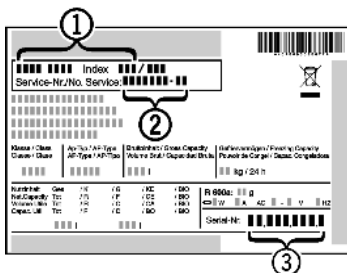

Fig. 8
- ▶ Označení přístroje Fig. 8 (1), servisní číslo Fig. 8 (2) a sériové číslo Fig. 8 (3) naleznete na typovém štítku. Identifikační typový štítek je umístěn na levé vnitřní stěně přístroje.
- ▶ Informujte zákaznický servis a sdělte poruchu, označení přístroje Fig. 8 (1), servisní číslo Fig. 8 (2) a sériové číslo Fig. 8 (3).